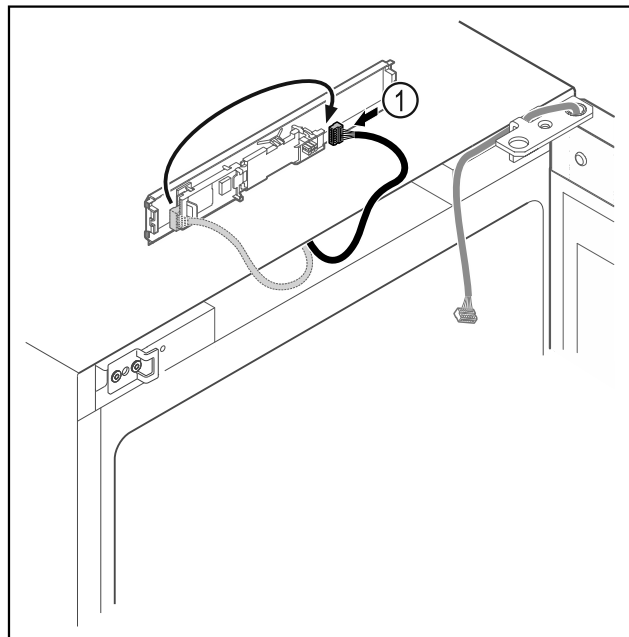

Fig. 20
- Brancher le connecteur Fig. 20 (1) de l'autre côté.